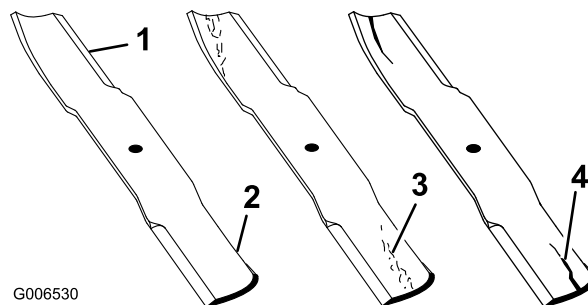

Figura 92
1. Inspeccione los filos de corte (Figura 92). Si los bordes no están afilados o tienen muescas, retire las cuchillas y afílelas. Consulte Afilado de las cuchillas (página 60).
2. Inspeccione las cuchillas, especialmente la parte curva (Figura 92). Si observa daños, desgaste o la formación de una ranura en esta zona (Figura 92), instale inmediatamente una cuchilla nueva.